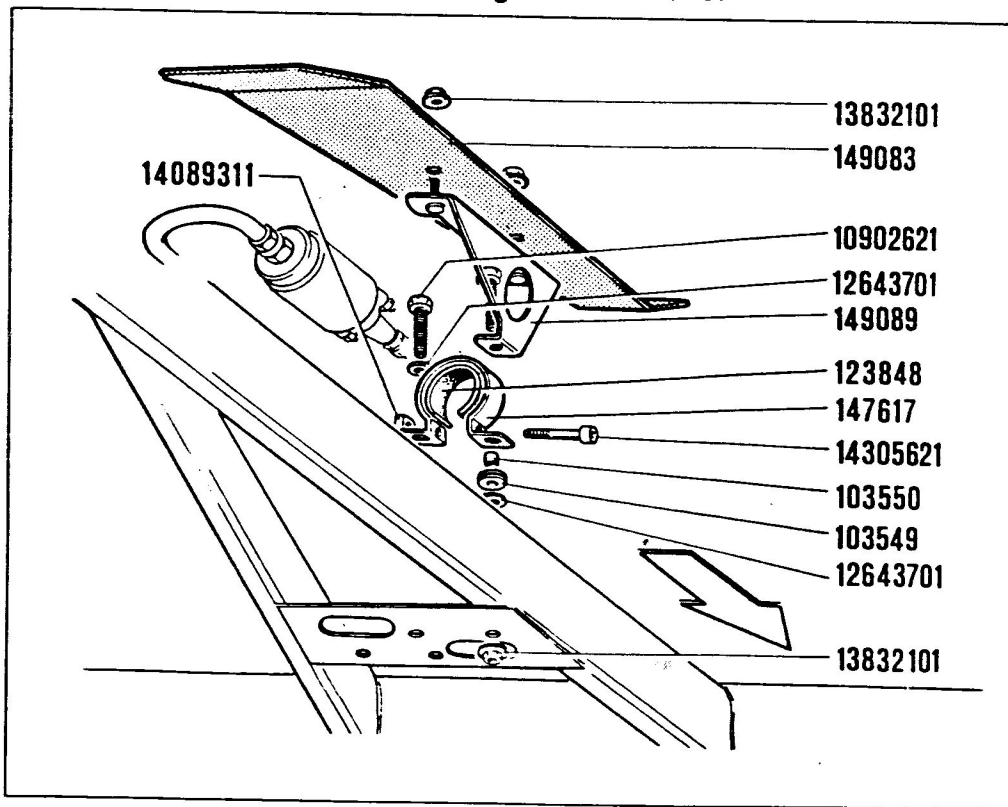

Abb. 1
- Einbau Schutzschirm Nr. 149083 (Abb. 1) mit Schelle Nr. 149089.